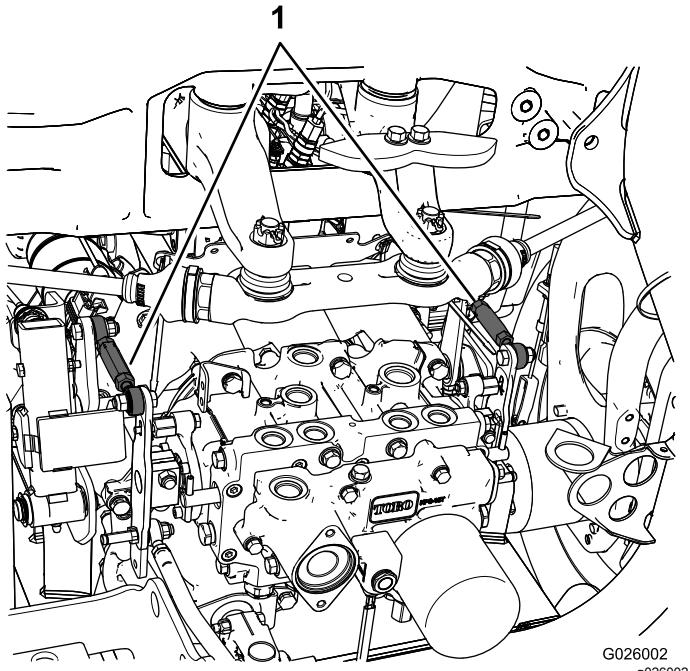

図 46
- 左後タイヤが回転している場合には、左側トランスミッションのコントロールロッドのジャムナットをゆるめる図 46。